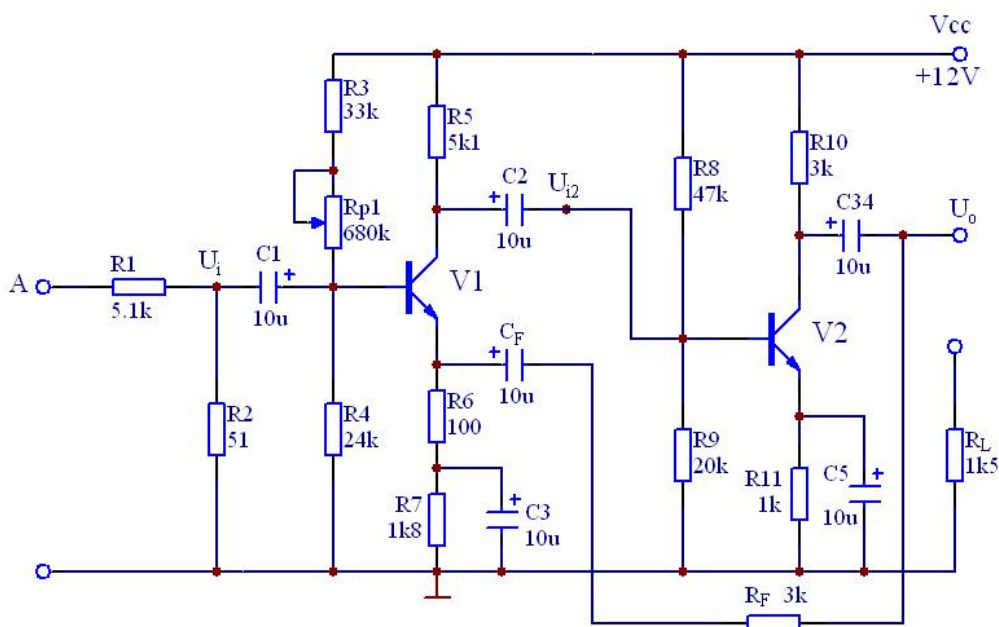

图 3.1 反馈放大电路
2. 图 3.1 电路中晶体管  $\beta$  值为 40，计算该放大电路开环和闭环电压放大倍数。
- ① 按图 3.1 接线,  $R_F$  先不接入, 使放大电路处于开环状态。调整  $R_{P1}$  使  $U_{C1}=6V$ , 记录此时三极管  $V1$ 、 $V2$  的工作点。
- ② 在输入端 A 接入幅值  $100mV$   $f=1kHz$  的正弦波, 经  $R_1$ 、 $R_2$  衰减后,  $U_i$  约为  $1mV$ 。调整接线和参数使输出不失真且无自激振荡(参考实验二方法)。
- ③ 表 3.1 要求进行测量并填表。
- ④ 根据实测值计算开环放大倍数和输出电阻  $r_o$ 。
- ① 接通  $R_F$ , 引入反馈回路使放大电路处于闭环, 此时三极管工作点应与(1)相同。
- ② 在输入端 A 接入幅值  $2V$ 、 $f=1kHz$  的正弦波, 经  $R_1$ 、 $R_2$  衰减后,  $U_i$  约为  $20mV$ 。按表 3.1 要求测量并填表, 计算  $A_{uf}$  和开环闭环时的输出电阻。
- ④ 据实测结果, 验证  $A_{uf} \approx \frac{1}{F}$ , 并研究负反馈对放大电路各方面的影响。
- (1) 将图 3.1 电路先开环, 选择  $U_i$  适当幅度(频率为  $1kHz$ )使输出信号在示波器上有较大不失真正弦波显示。
- (2) 保持输入信号幅度不变逐步增加频率, 直到波形减小为原来的  $70\%$ , 此时信号频率即为放大电路  $f_H$ 。
- (3) 条件同上, 但逐渐减小频率, 测得  $f_L$ 。
- (4) 将电路闭环, 重复 1~3 步骤, 并将结果填入表 3.2。